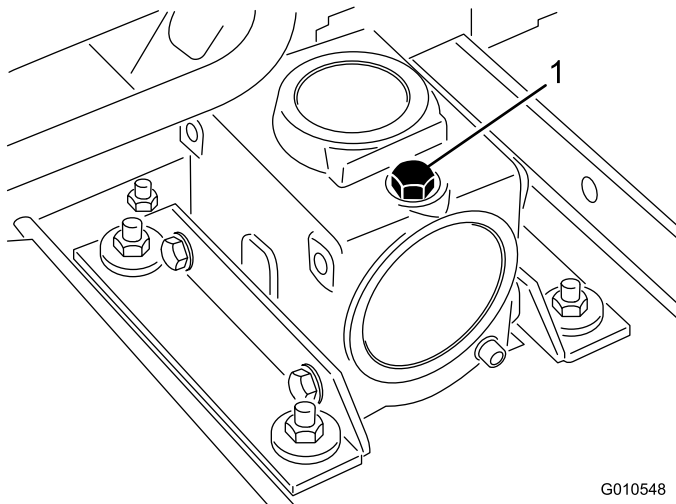

Figura 5
2. Retire la varilla/ tapón de llenado de la parte superior de la caja de engranajes (Figura 5) y asegúrese de que el lubricante está entre las marcas de la varilla. Si el nivel de lubricante es bajo, añada suficiente lubricante para que el nivel quede entre las marcas.